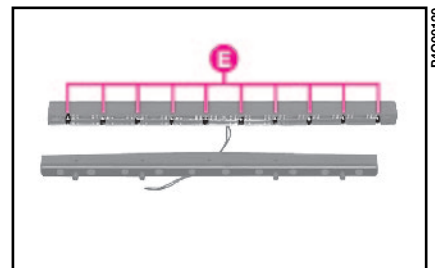

fig. 34
4) sustituya la lámpara fundida **E-fig. 34** montada a presión;